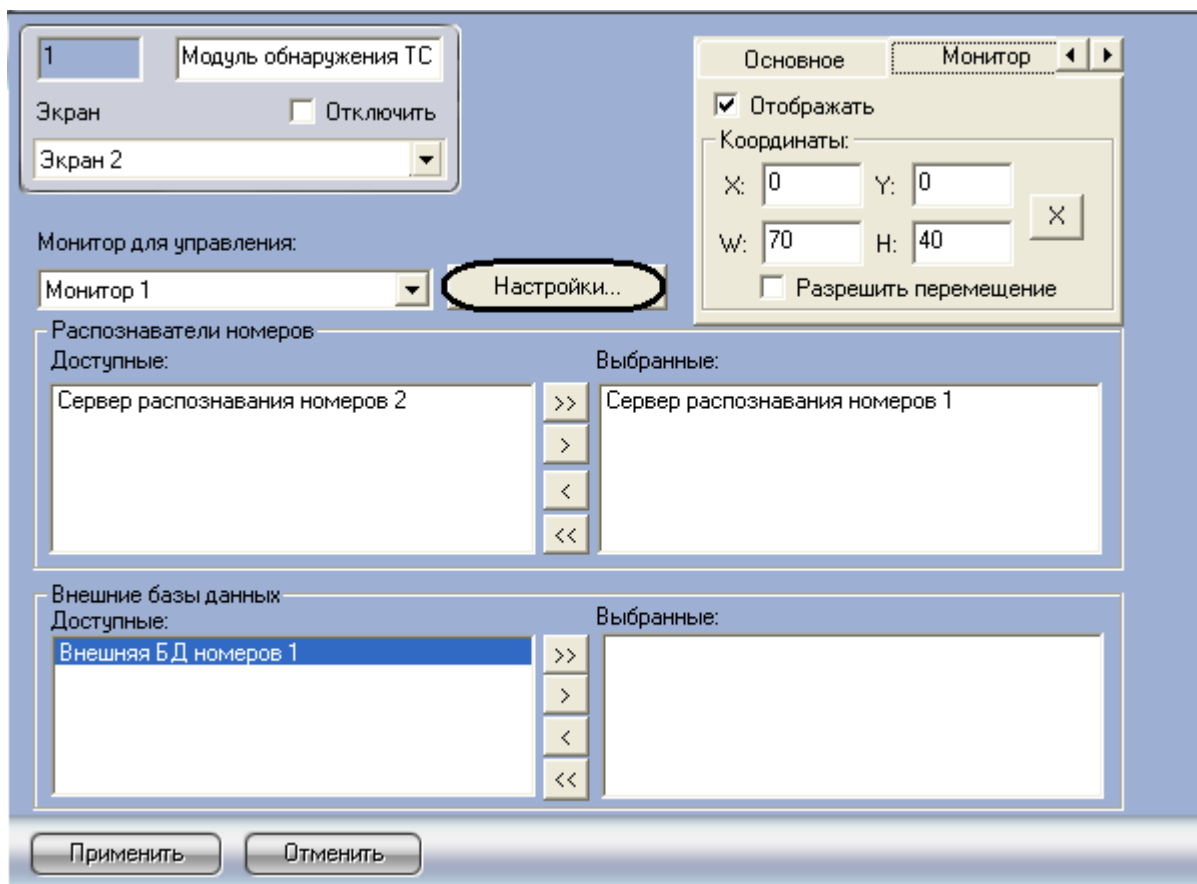

Рис. 7.9—10. Доступ к настройкам звукового оповещения при регистрации тревожных событий
1. Перейти на панель настройки объекта «Модуль обнаружения ТС» (Рис. 7.9—10).
2. Нажать кнопку «Настройки» (см. Рис. 7.9—10).